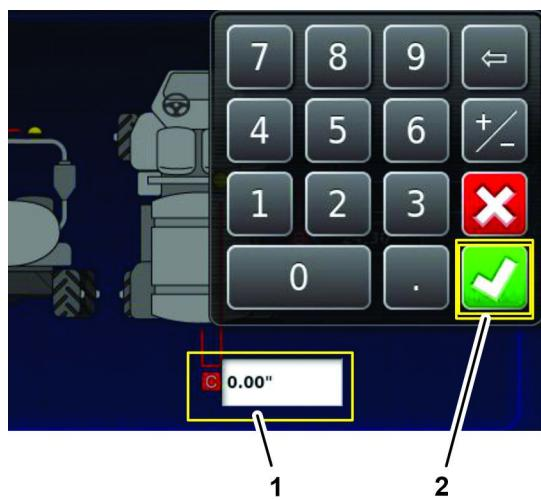

Figura 191
- Icona Linea centrale degli assali posteriori e del centro del ricevitore satellitare (B)
- Icona Conferma (tastierino sullo schermo) (C)
- Premete l'icona Linea centrale della macchina e centro del ricevitore satellitare (C), utilizzate il tastierino sullo schermo per inserire la misurazione registrata nel modulo di geometria del veicolo di Misurazione della geometria del veicolo \(pagina 86\) e premete l'icona Conferma (Figura 191).